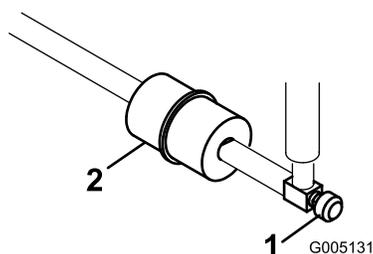

图45
内置式滤清器放置到油箱与化油器之间的燃油管内（图45）。确保滤清器上的箭头指向油箱外面。
1. 关闭燃油切断阀，拧松滤清器化油器侧的软管夹，然后从滤清器中取出燃油管线（图45）。
2. 在过滤器下面放置一个放油盘，拧松剩余的软管夹，然后拆下过滤器（图45）。